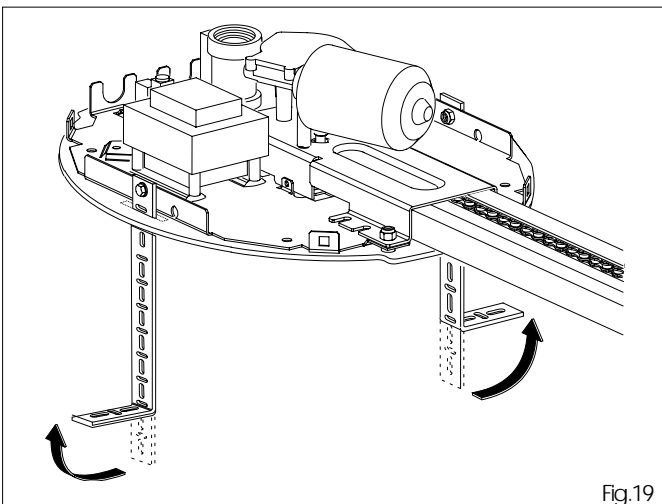

Fig.19
6.10 Plier, selon la mesure relevée, les brides de fixation (fig.19).